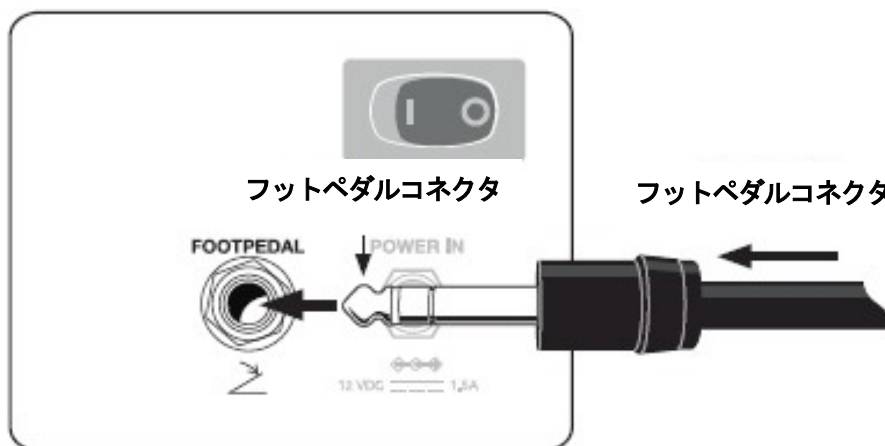

図 5-2 : フットペダルの接続
- 5.2 (オプション) コンソールの裏側のフットペダルと表示された差し込み口に、慎重にフットペダルコネクタを真直ぐ差し込んでください (図 5-2 参照)。